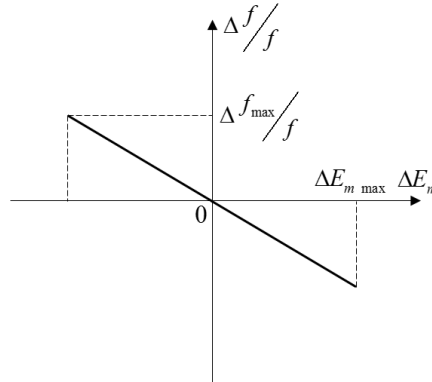

Рис.2.10. Статическая модуляционная характеристика АГ
При решении задач СМХ  $\Delta f (\Delta E_m)$  приближенно считаются линейными (2.22), (2.23) с отрицательным наклоном, проходящими через точку молчания  $E_{m0}$  с крутизной  $S_m$  (2.29) или  $\sigma_m$  (2.30). Размах по оси ординат  $\Delta f_{\max}$ , а по оси абсцисс  $\Delta E_{m \max}$  (рис.2.10).
**2.35.** АГ по схеме рис.2.4 работает в КР, СМХ приведена на рис.2.10. Как изменяется  $S_m, |\Delta f|_{\max}$ , если при  $C_1, C_2, C_3', C_3'', Q, S, R_y, E_H, E_{II}, E_{m0} = \text{const}$  индуктивность  $L_3$  в 2 раза увеличить? Уменьшить?
Если  $L_3$  увеличить в 2 раза, то  $\rho, R_k, R_y$  увеличатся в  $\sqrt{2}$  раз, режим станет ПР,  $U \approx \text{const}, U_m \approx \text{const}$ . Поскольку  $p_m, C_{\Sigma 0}, C_{m0}, E_{m0} = \text{const}$ , то, согласно (2.30),  $\sigma_m = \text{const}, |\Delta E_m|_{\max}$  тоже не меняется, СМХ на рис.2.10 не изменится. Из (2.29) следует, что  $S_m' = \sigma_m \cdot f_0' = \sigma_m \cdot f_0 / 2$  уменьшится в  $\sqrt{2}$  раз,  $|\Delta f|_{\max} = S_m' \cdot |\Delta E_m|_{\max}$  — уменьшится в  $\sqrt{2}$  раз.
Если  $L_3$  уменьшить в 2 раза, то  $\rho, R_k, R_y$  уменьшаются в  $\sqrt{2}$  раз, режим станет НР,  $|\Delta E_m|_{\max}$  увеличивается, поскольку  $U_m$  падает, поэтому СМХ на рис.2.10 можно продолжить,  $\sigma_m = \text{const}$ , частота  $f_0''$  увеличивается в  $\sqrt{2}$  раз, поэтому  $S_m''$  увеличивается в  $\sqrt{2}$  раз, а  $|\Delta f|_{\max}$  несколько больше, чем в  $\sqrt{2}$  раз.
**2.42.** АГ по схеме рис.2.4 работает в КР:  $C_2 = 1$  нФ;  $k = 0.5$ ;  $f_0 = 10$  МГц. СМХ приведена на рис.2.10. Как изменится СМХ, если емкость  $C_2$  увеличить до 2 нФ? Уменьшить до 0.5 нФ? Емкость  $C_1$  в 2 раза увеличить? Уменьшить? Во всех случаях вариации  $C_1$  или  $C_2$  емкостью  $C_3$  восстанавливается частота колебаний  $f_0 = 10$  МГц, а  $L_3, C_3'', Q, S, R_9, E_H, E_{II}, E_{m0} = const$ .